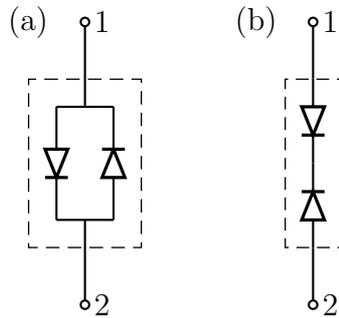

Figura 6.6: Diodos en contraposición conectados en paralelo (a) y en serie (b). (Pregunta 7).
7. En la sección 6.2.1 se analizaron cuatro posibilidades de creciente complejidad, para modelar el comportamiento de un diodo común. Considere ahora los circuitos de la figura 6.6, en la se ilustra un par de diodos conectados en contraposición ya sea en paralelo (a) o en serie (b). Modele ambas configuraciones según cada una de las cuatro posibilidades consideradas para un solo diodo. Para ello defina $V_{12} \equiv V_1 - V_2$, asuma como positiva la corriente que circule desde el terminal 1 al 2, grafique las curvas características $I-V_{12}$ y esquematice los correspondientes modelos circuitales.
4. Modifique el circuito anterior para comprobar experimentalmente sus modelos de las configuraciones ilustradas en la figura 6.6.